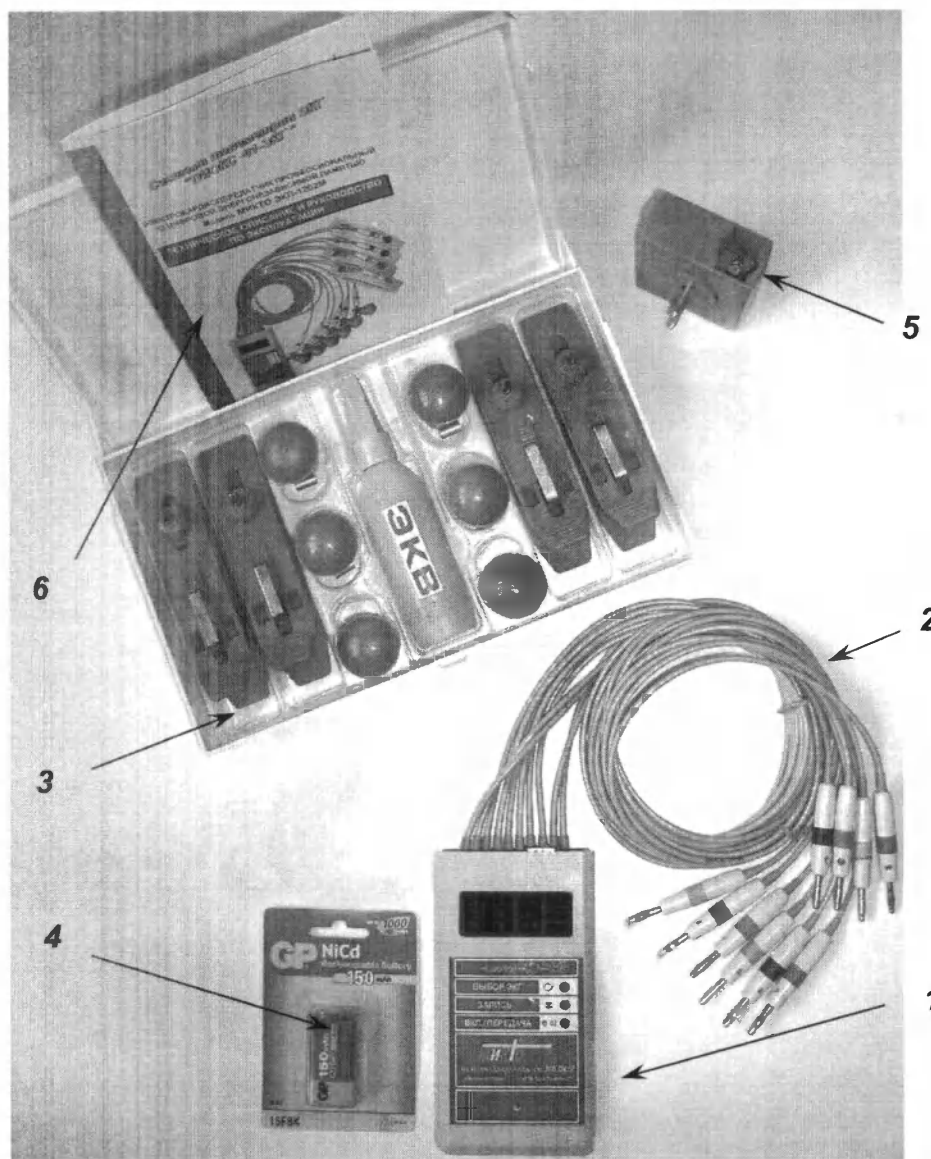

Рисунок 1.
В состав комплекта поставки электрокардиопередатчика профессионального модели "МИКТО ЭКП-1203" входит (см. Рис.1):
| 4.7. | Сумка-укладка (Модель 1098/08, на Рис.1 не показана) | - 1 шт. |
5.3. В комплект электрокардиопередатчика “МИКТО ЭКП-1203” входит комплект кабелей отведения шестиканальный (ТУ 9441-014-13186851-99) и набор электродов ЭКГ дА4.061.106 модель 018 (ТУ 9441-015-13186851-99), состоящий из 4-х конечностных электродов-прищепок дА2.327.471 и 6-и грудных электродов-груш дА2.327.472. Набор укомплектован тубиком с электродным контактным веществом и пластмассовым футляром для укладки (см. Рис. 1). Изготовитель - ЗАО «Инструмент», г.С.-Петербург (тел./факс: (812) 224-05-26).